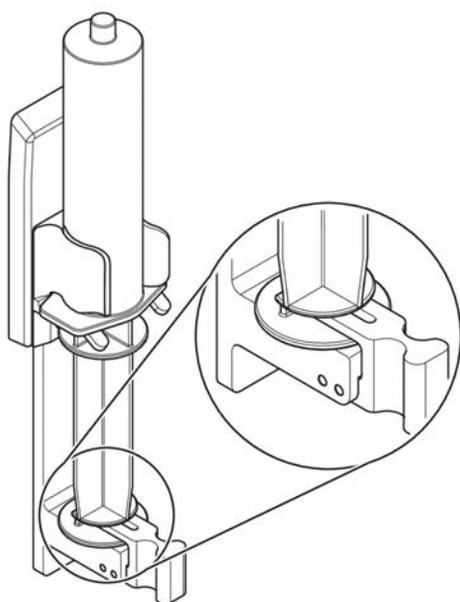

Figura 4-1. Instalación de la jeringa B. Braun Perfusor®
- 4) Coloque la jeringa en su soporte cuando instale la jeringa B.Braun Perfusor®, presione el cierre de la pinza del émbolo correctamente sobre el émbolo de la jeringa, tal como se ilustra en Figura 4-1 “Instalación de la jeringa B. Braun Perfusor®” en la página 111.